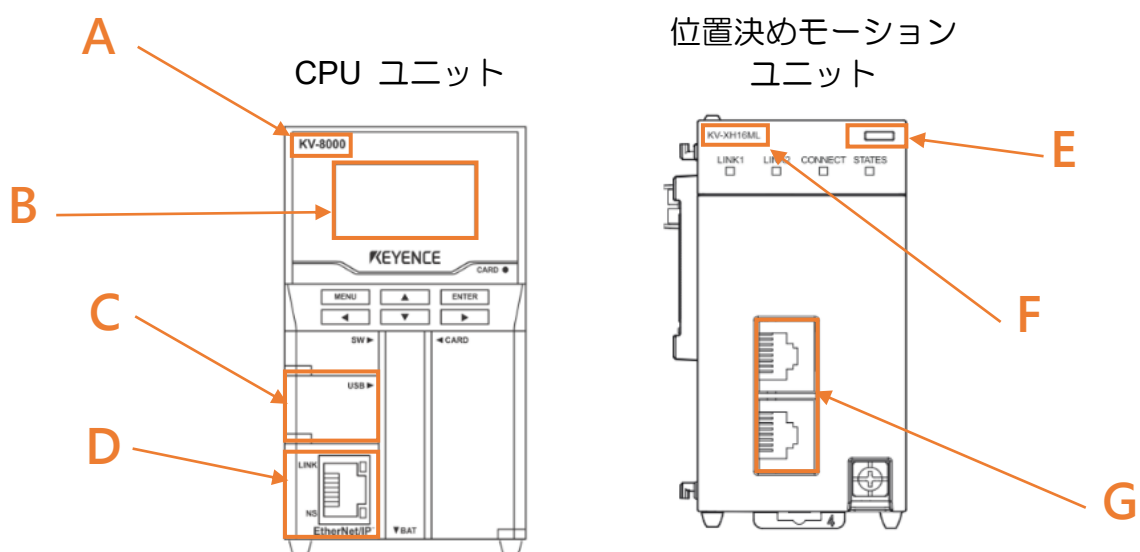

図 1.1.2
10. 通信経路が USB であることを確認し、PLC 転送>実行を押します。このとき、位置決めモーションユニットの右上の表示灯が赤から緑に変わり(図 1.1.2 の E 欄参照)、CPU ユニットと位置決めモーションユニットのセットアップが成功したことを示します。